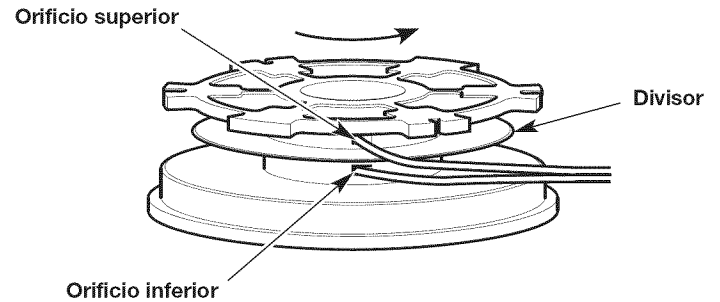

Fig. 19
2. Con uno de los extremos divididos, inserte un hilo dentro del orificio superior y otro hilo dentro del orificio inferior del carrete interior (Fig. 19).